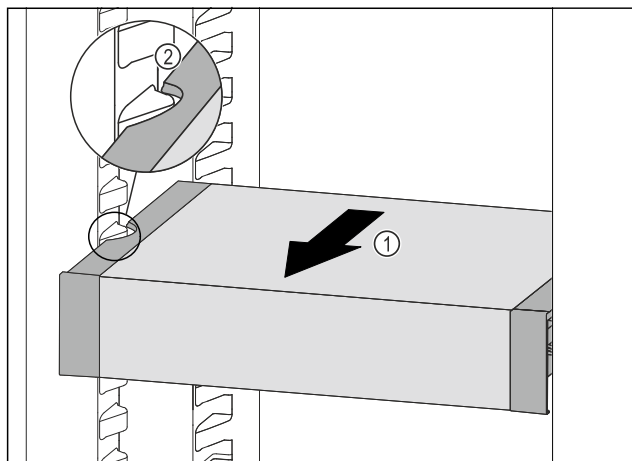

Fig. 184
- Táhněte VarioSafe dopředu Fig. 184 (1), dokud nebudou boční vybrání VarioSafe na úrovni žebrování na nádoby v chladničce. Fig. 184 (2)